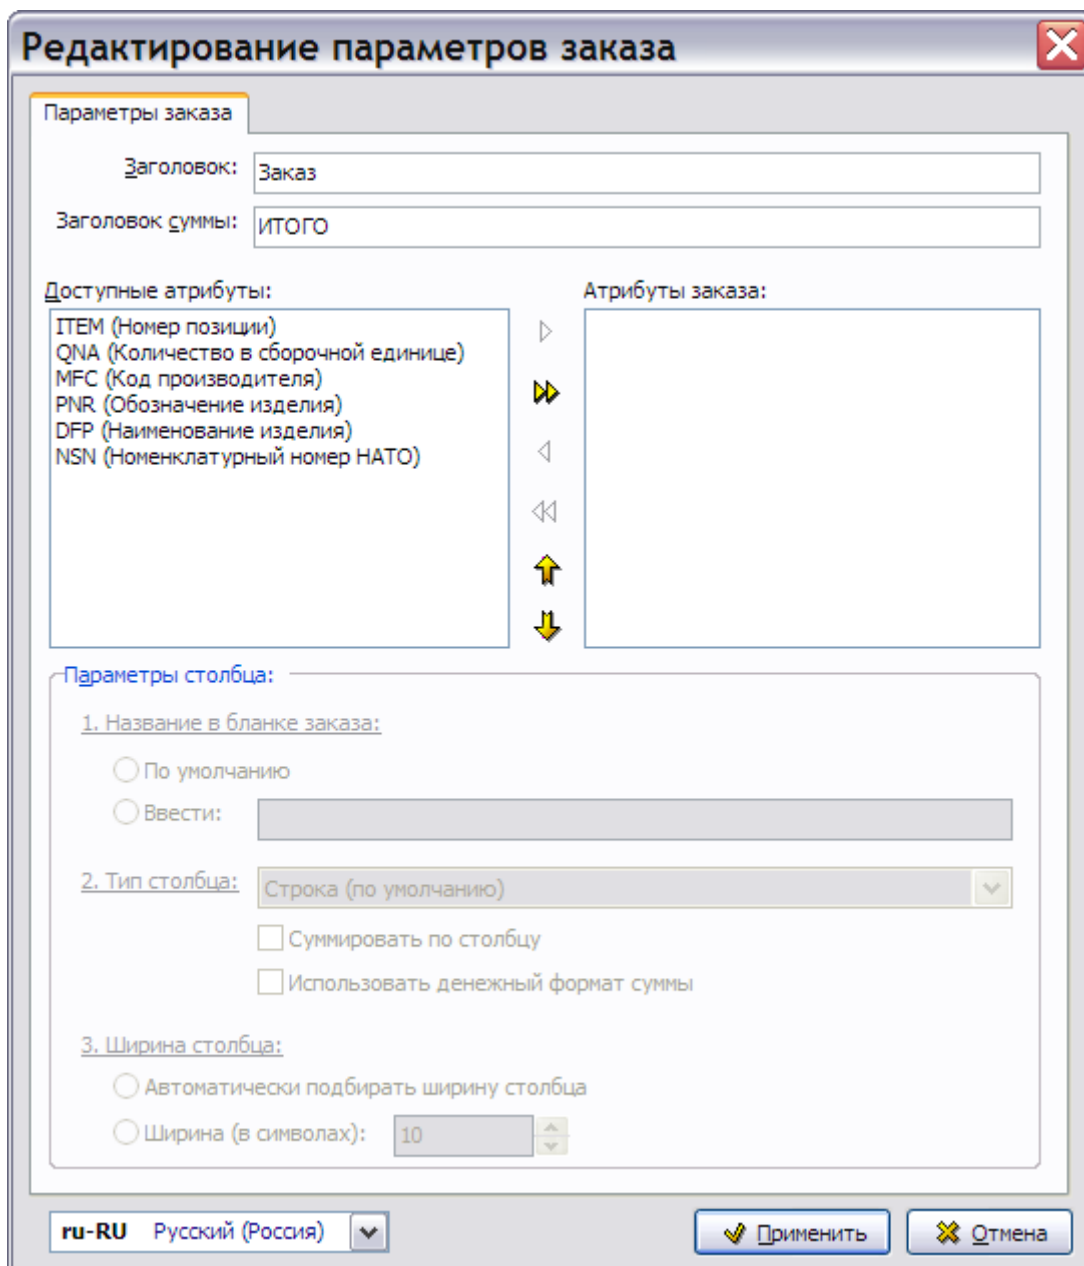

Рис. 3.37
1. На панели инструментов верхнего левого окна нажмите на кнопку . После этого появится диалоговое окно **Редактирование параметров заказа** (Рис. 3.37).
2. Для указания языка выберите название языка в выпадающем списке поля, расположенного в левом нижнем углу окна **Редактирование параметров заказа** (Рис. 3.37).